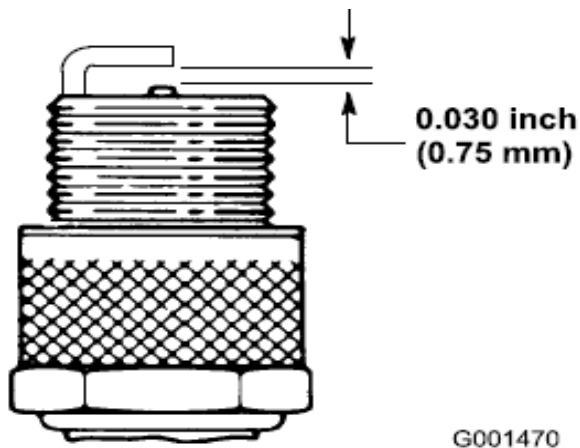

Figure 18
3. Régler l'écartement des électrodes entre 0,028 et 0,032" (Figure 18). Placez correctement la bougie d'allumage ajustée et serrez fermement à 23 N m (17 ft-lb).